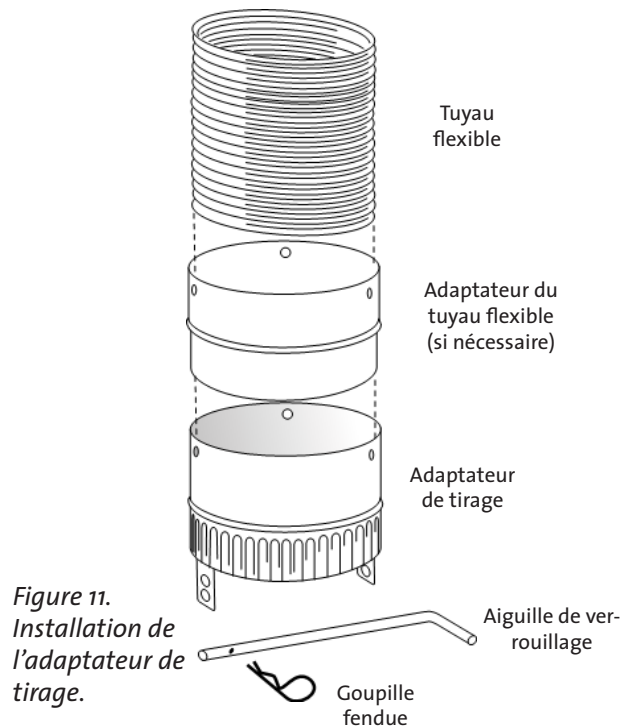

Figure 11. Installation de l'adaptateur de tirage.
1. Insérez l'extrémité du tuyau flexible dans le conduit de cheminée aussi loin que possible dans l'extrémité lisse de l'adaptateur ou, si nécessaire, l'adaptateur peut être fourni par le fabricant de tuyaux flexibles. Orientez l'adaptateur de tirage de façon à ce que l'aiguille de verrouillage soit parallèle au-devant du foyer. Ceci facilitera la localisation du trou de goupille. Voir la figure 11.